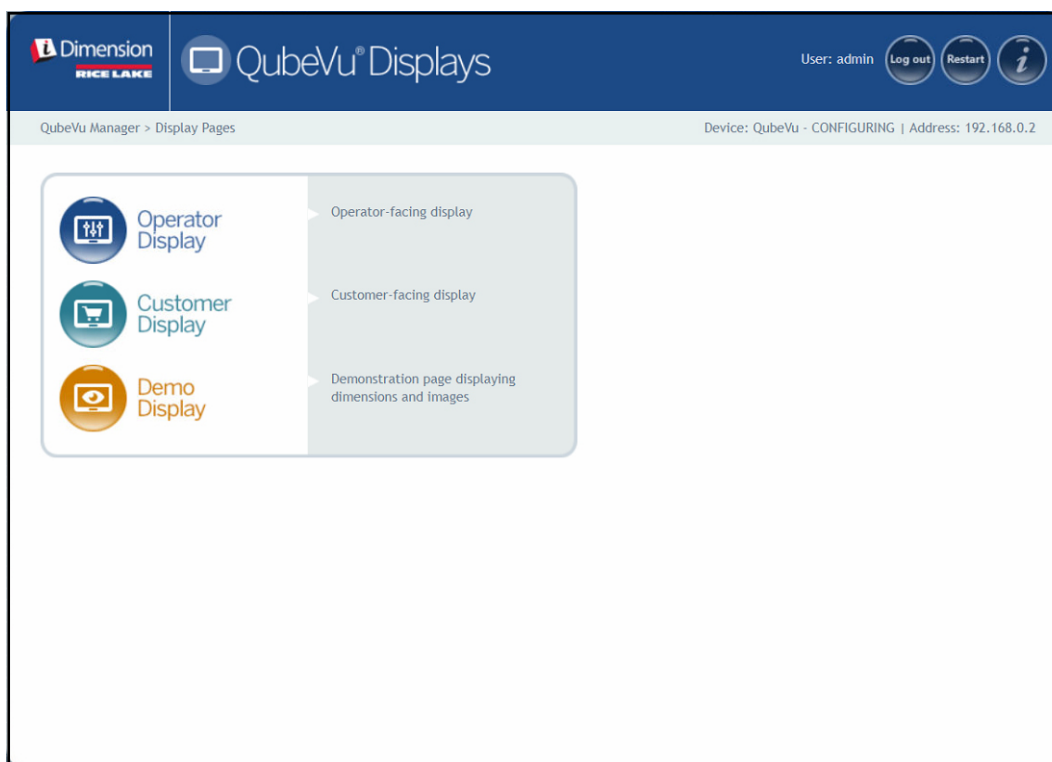

Figura 3-1. Menú de pantallas
- Seleccione  **Operator Display** en el menú **Display Pages** (Páginas de visualización) (Figura 3-1 en la página 16). Aparece la pantalla del operador.
- Seleccione  **Customer Display** en el menú **Display Pages** (Páginas de visualización) (Figura 3-1 en la página 16). Aparece la pantalla del cliente.
- Seleccione  **Demo Display** en el menú **Display Pages** (Páginas de visualización) (Figura 3-1 en la página 16).